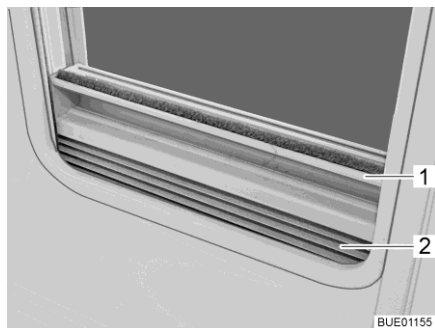

Fig. 42 Tendina oscurante pieghevole
- Chiusura:** ■ Afferrare la tendina oscurante pieghevole (Fig. 42,2) per la parte centrale della barra di presa (Fig. 42,1), tirarla dal basso verso all'alto e rilasciarla nella posizione desiderata. La tendina oscurante pieghevole rimane a questa altezza.